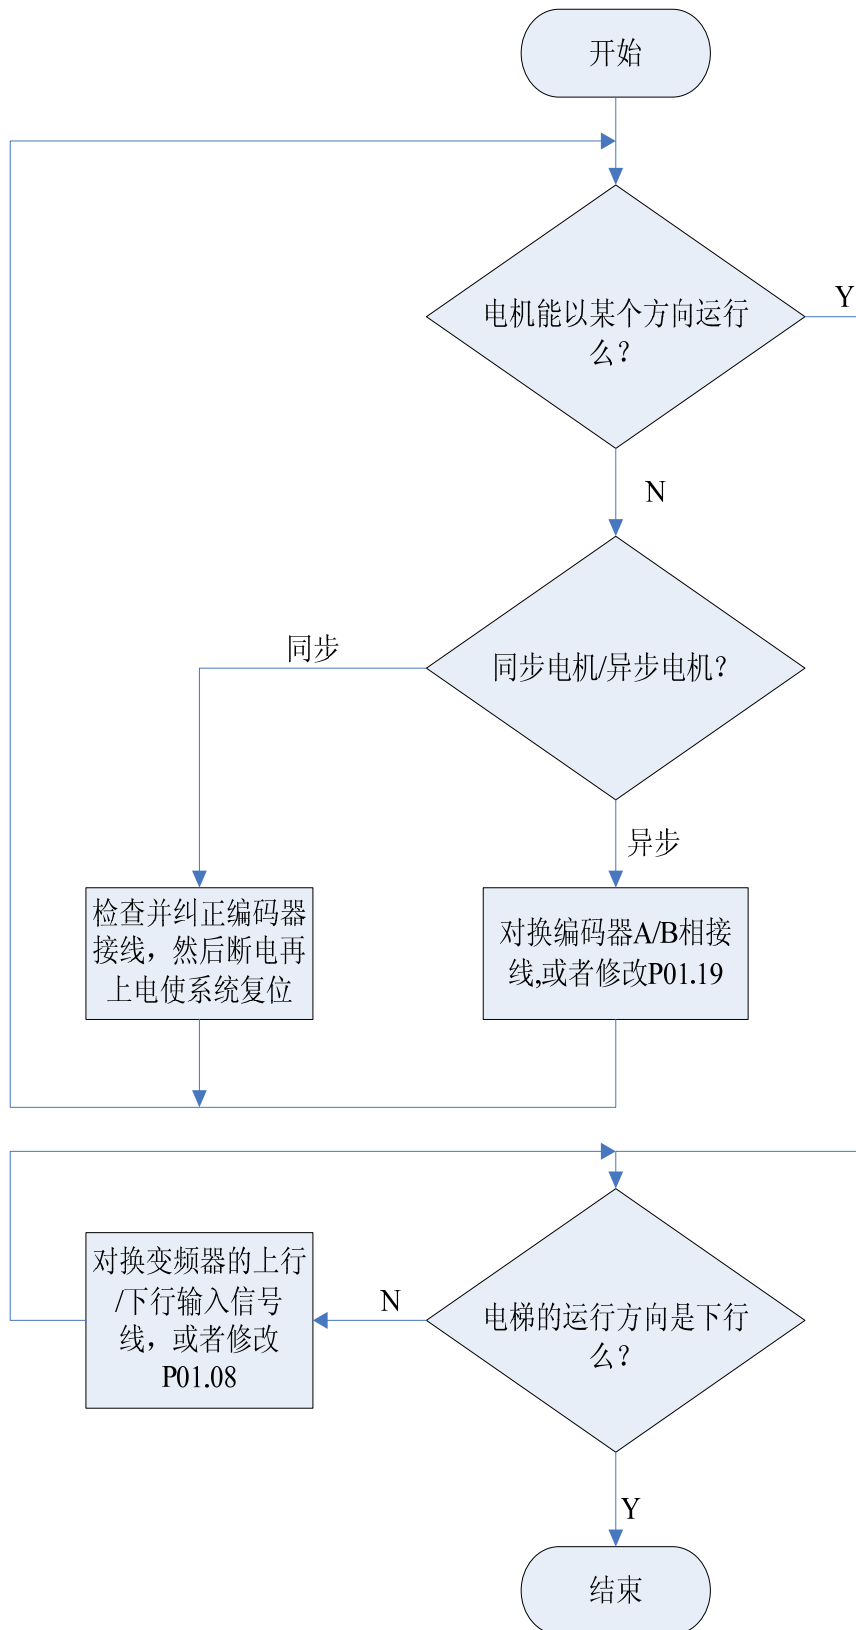

图 7.5 调整下行时运行方向的过程图
4) 向下检修运行，调整下行时运行方向的过程如下图 7.5 所示。